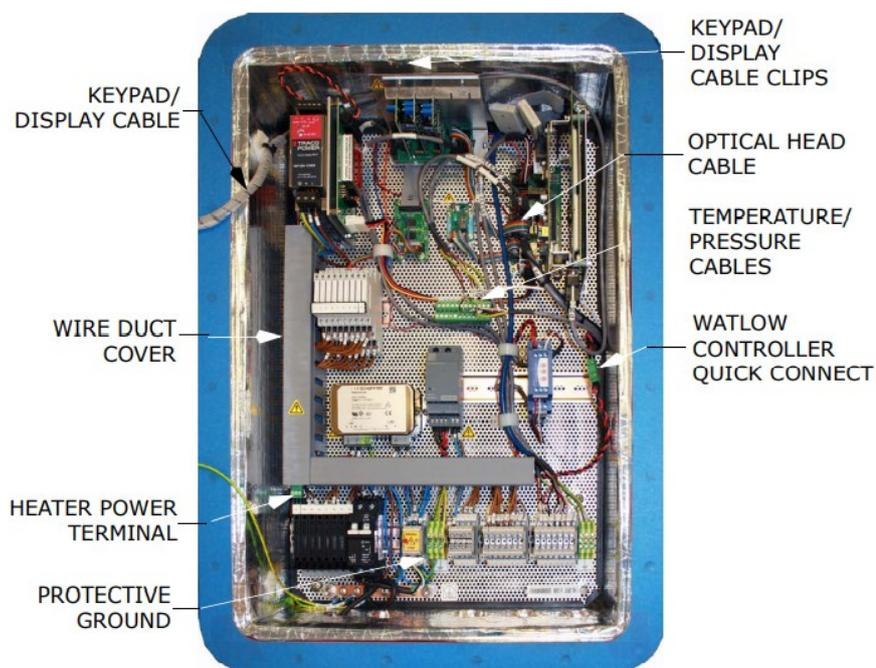

Figura 31. Panel del conjunto del sistema electrónico
5. Retire el cable de control del teclado y del indicador de las pestañas de la parte superior de la envolvente. Consulte la figura 31.